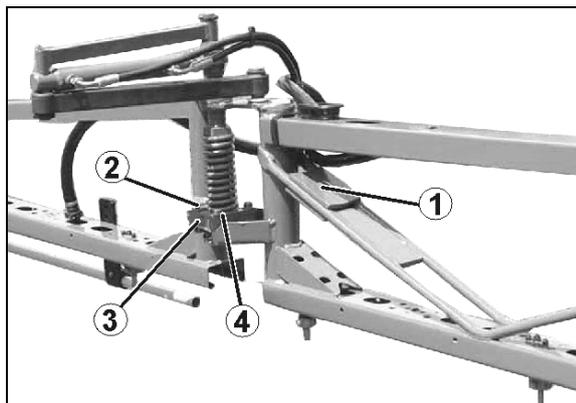

Рис. 181
Если это не наблюдается, необходимо произвести выравнивание штанг при помощи противовесов (Рис. 181/1) устройство гашения колебаний при этом должно быть **разблокировано**. Противовесы закрепите соответствующим образом на консоли.
1. Отвинтите контргайку регулировочных винтов (Рис. 181/1).
1. Отвинтите болты (Рис. 181/2) крепежной накладки (Рис. 181/3) Регулировка производится непосредственно на пластиковом фиксаторе (Рис. 181/4) при помощи продольных отверстий крепежной накладки.
3. Затяните болты (Рис. 181/2).